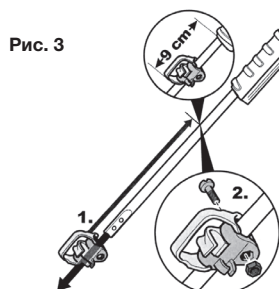

Рис. 3
4. Установите фиксатор кабеля на верхнюю рукоятку ниже блока управления (рис. 3)